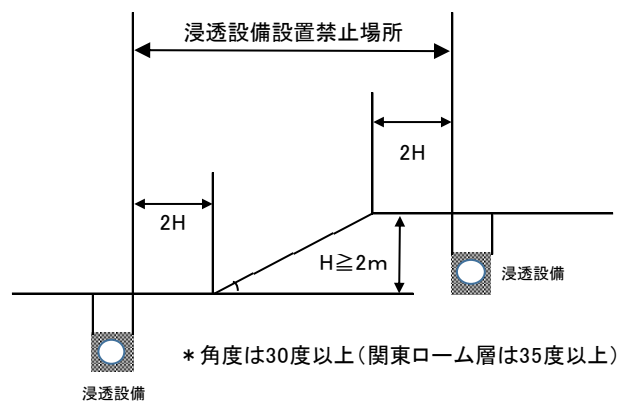

図2
- (5) 擁壁や法面等の安全性を損なうことが無いよう配慮すること。（図 2）